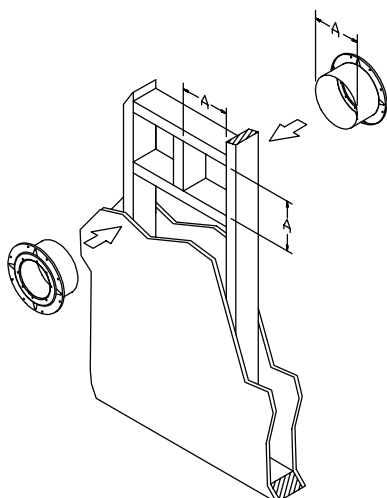

Figure 5
**4. Coupe-feu mural.** Pour un système traversant un mur, installez le coupe-feu mural, comme indiqué à la **figure 5**. Le coupe-feu mural est conçu pour s'adapter à des murs d'une épaisseur maximale de 6 po (15,24 cm). Si les murs sont plus épais, un prolongement de manchon doit être fabriquée et fixée au manchon existant. Ne remplissez pas l'espace d'air entre la section de conduit d'évacuation de type B et le coupe-feu mural avec de l'isolant. Un produit d'étanchéité de type RTV peut cependant être appliqué autour de la bride et des têtes de clou si vous le souhaitez.